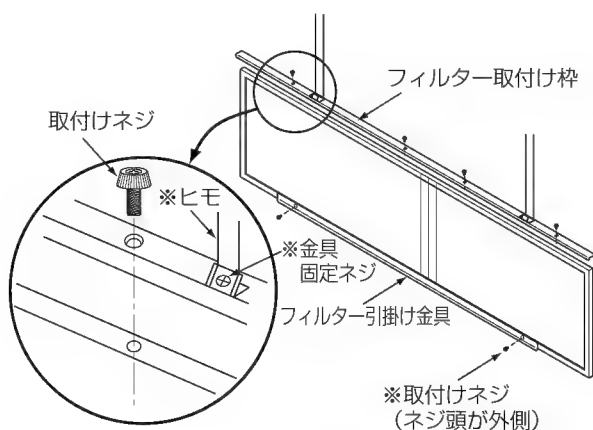

図3
1. フィルター取付け枠にフィルターを固定している金具取付けネジ（81TB・83STBは4本、82TB・84STBは6本使用）を外してください。（図3）
2. フィルター引掛け金具にフィルターを固定している金具取付けネジ（81TB・83STBは2本、82TB・84STBは4本使用）を外してください。（図3）